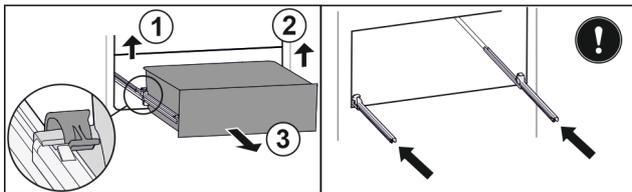

Fig. 20
- ▶ Soulever la bride gauche et tirer dans le même temps la partie gauche du tiroir vers l'avant. Fig. 20 (1)
- ▶ Soulever la bride droite et tirer dans le même temps la partie droite du tiroir vers l'avant. Fig. 20 (2)
- ▶ Retirer le tiroir par l'avant. Fig. 20 (3)